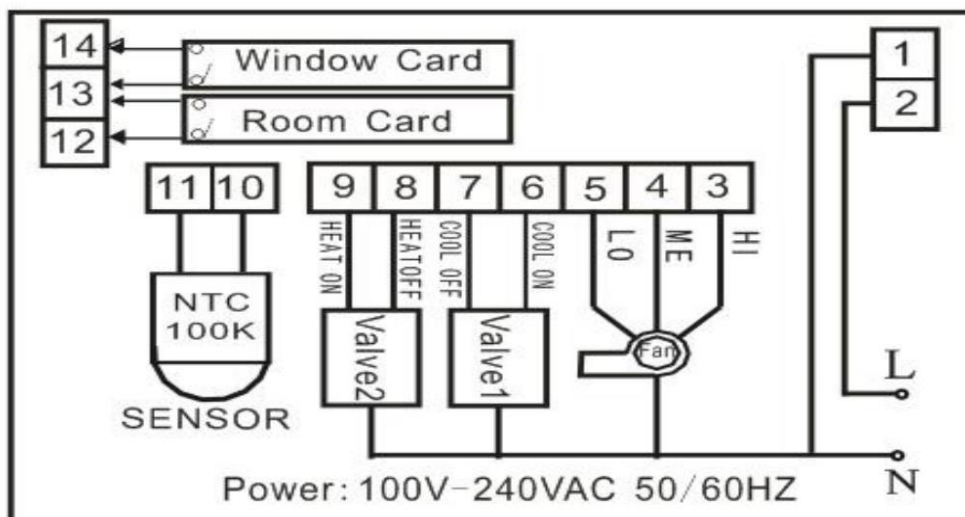

Figure 2
- Connecter les fils en bas des vis du terminal sur le module d'alimentation à l'aide du câblage schématique approprié. Voir la Figure 2.